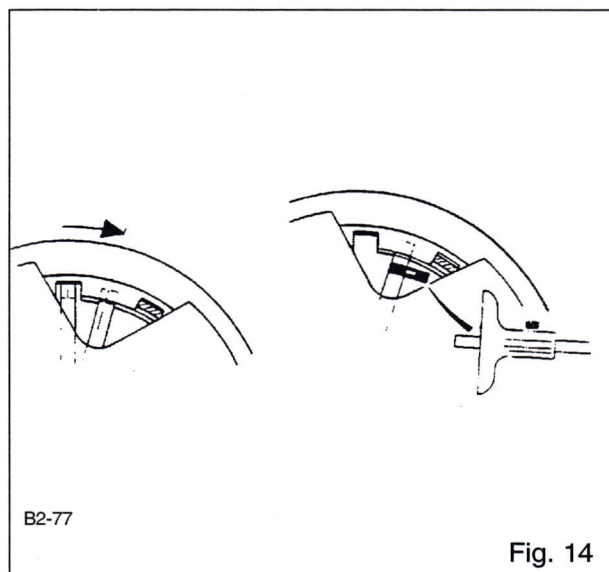

Fig. 14
- Påfør en kraft på 850 daN.m, og drej derefter værktøjet som vist på Fig. 14.